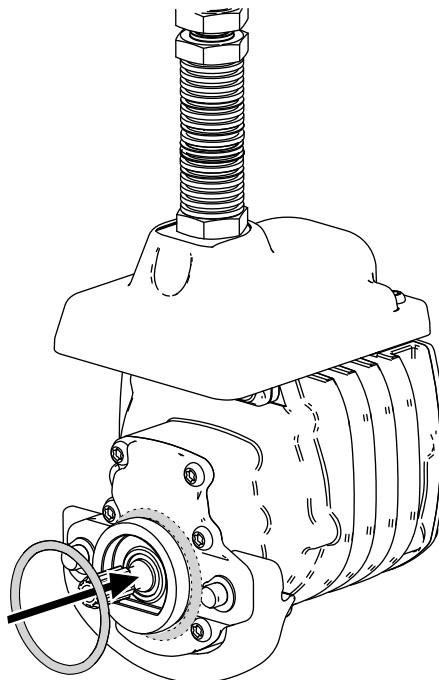

Figure 8
- Placez un joint torique sur chaque moteur de cylindre, comme montré à la Figure 8.